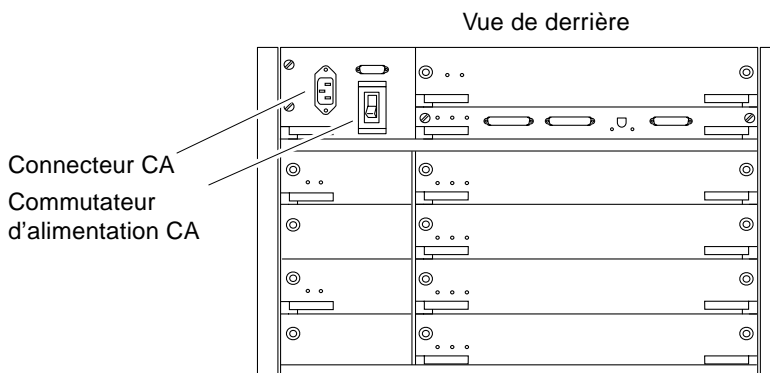

FIGURE 3-6 Commutateur d'alimentation CA sur le système Enterprise 4500
- b. Mettez le commutateur d'alimentation CA (FIGURE 3-6) sur Arrêt.
4. Mettez le commutateur du contrôleur de séquence CA (FIGURE 3-6) sur Marche.
5. Mettez le commutateur à clé (FIGURE 3-6) sur Marche.